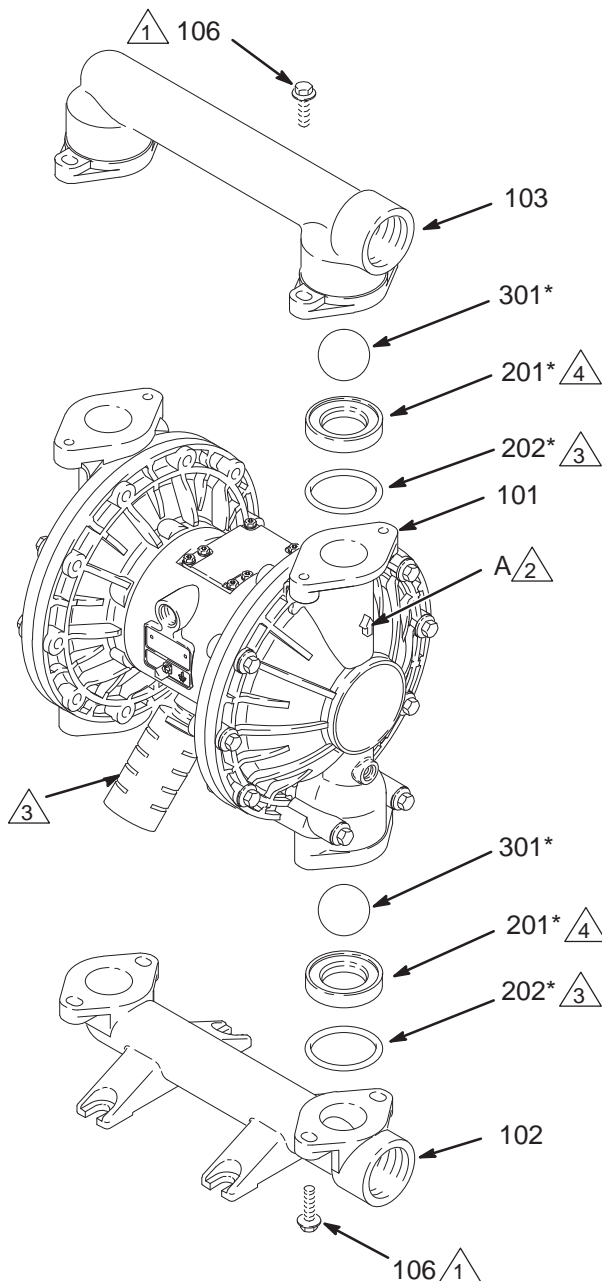

FIG. 10
3. Utilizando una llave de tubo de 13 mm, extraiga los cuatro pernos (106) que sujetan el colector de salida (103) a las tapas del fluido (101). Consulte FIG. 10.
4. Extraiga las juntas tóricas (202, *no utilizadas en algunos modelos*), los asientos (201) y las bolas (301) del colector.
5. Invierta la bomba y retire el colector de entrada (102). Extraiga las juntas tóricas (202, *no utilizadas en algunos modelos*), los asientos (201) y las bolas (301) de las tapas de fluido (101).
2. Proceda al montaje en sentido inverso al desmontaje, siguiendo las notas de FIG. 10. Compruebe que las válvulas de retención de bola se montan **exactamente** como se muestra en la figura. Las flechas (A) que aparecen en las cubiertas de fluido (101) **deben** apuntar hacia el colector de salida (103).